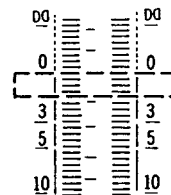

Fig. 11
5. Ajustar RV703 (CH-I) {RV704 (CH-D)} de manera que la parte de segmento 0dB esté medio iluminada. (Ver la Fig. 11.)